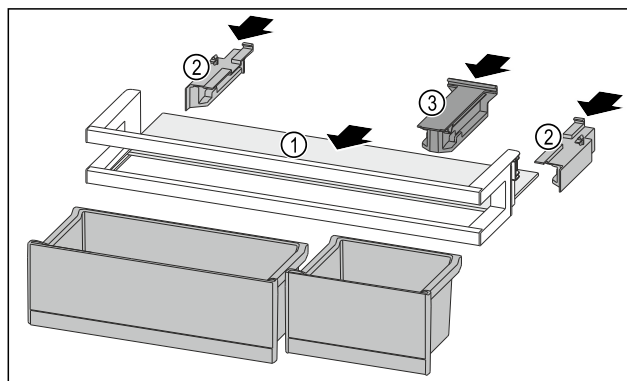

Fig. 140
- ▶ Odkládací plochu Fig. 140 (1) zasuňte do bočních vybrání.
- ▶ Boční díly Fig. 140 (2) vložte.
- ▶ Držák Fig. 140 (3) vložte.